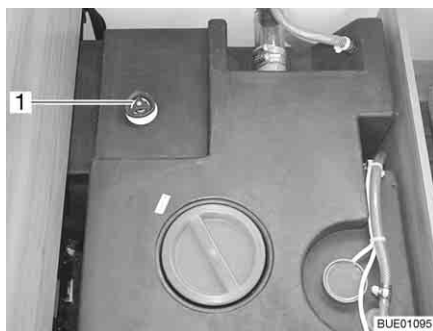

Fig. 206 Réservoir d'eau avec poignée tournante
- Faire tourner la poignée tournante (Fig. 206, 1) du réservoir d'eau à fond dans le sens contraire des aiguilles d'une montre au-delà de la résistance pour ouvrir entièrement l'ouverture d'écoulement.